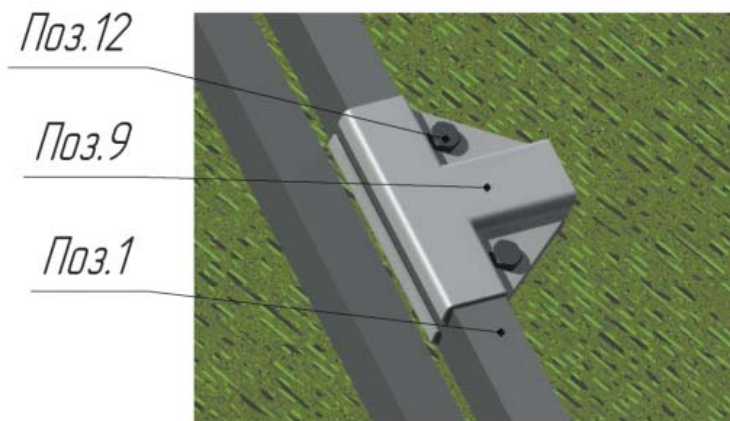

Рисунок 10 – Монтаж крепления-спайдер «Т-образного»
3. Закрепить на торец с форточкой и дверью (Поз.1) крепление-спайдер «Т-образный» (Поз.9) (не затягивать) (рис. 10).